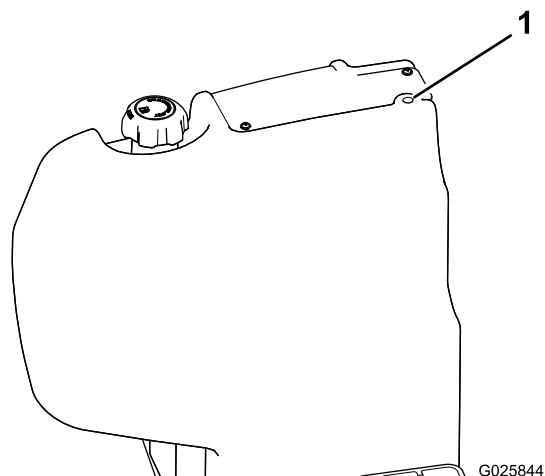

Figure 1
1. Localisez le bossage de ventilation au sommet du réservoir de carburant (Figure 1). Percez un trou de 17/32 pouce de diamètre au centre du bossage.